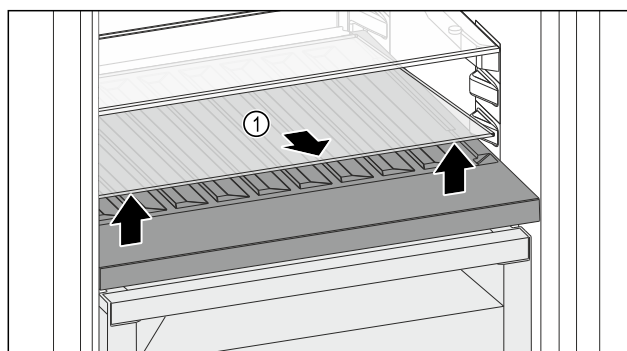

Fig. 147
- Lyft glasskivan Fig. 147 (1) i ursparingen framtill och ta ut den.
- Förvara glasskivan Fig. 147 (1) säkert utanför skåpet.
- Lägg in glasplattan (2) under det variabla flaskstället.